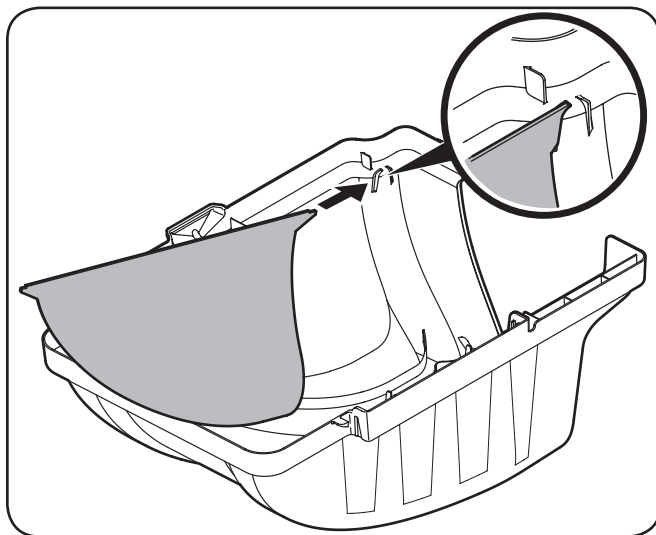
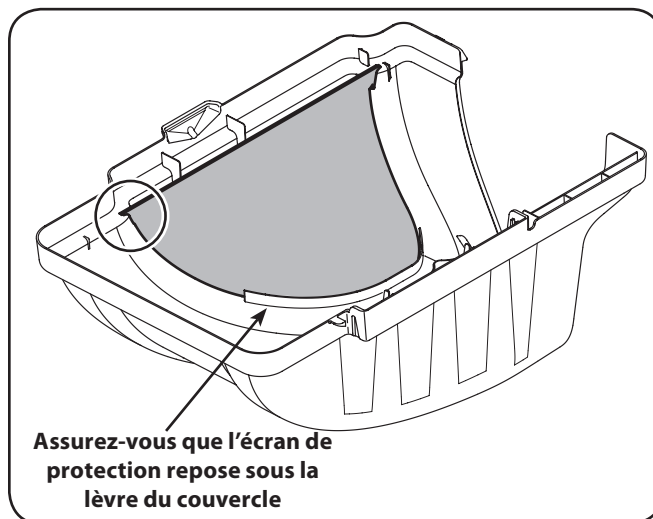

Figure 4-11
Figure 4-12
3. Installez l'écran de protection du dispositif d'ensachage sur le couvercle du dispositif d'ensachage en insérant d'abord l'extrémité la plus proche du côté avec la découpe dans le trou de montage, comme illustré à la Figure 4-11. Assurez-vous de placer l'écran de protection sous la lèvres, comme illustré à la Figure 4-12.
4. Insérez dans l'autre côté en poussant l'écran de protection dans la découpe fournie. Consultez la Figure 4-12.